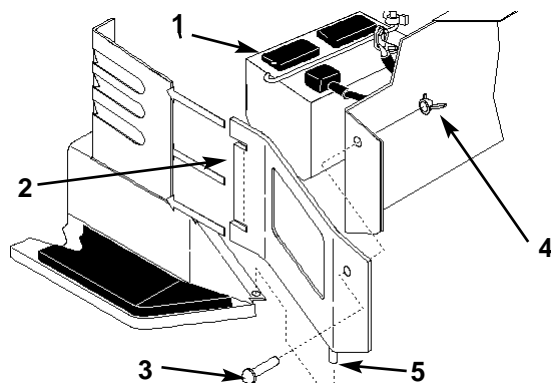

Figure 37
7. Montate la batteria nello chassis (Fig. 37).
11. Montate le fiancate inserendo le lunette nel complessivo dello sterzo, ed inserite la spina nella flangia del poggia piedi. Fissate con le viti e i galletti (Fig. 37).